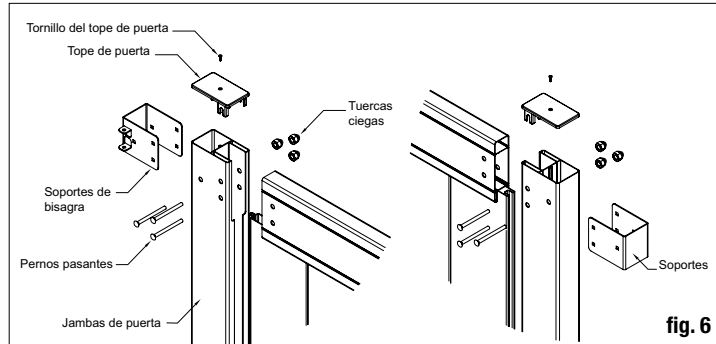

fig. 6
Coloque las jambas de la puerta en ambos lados de los barandales y coloque las bisagras en la jamba de la puerta de forma que se alineen con los barandales. Utilizando el soporte como guía, perforo los tres (3) agujeros necesarios de 1/4" para los pernos del soporte. Repita estos pasos para los soportes de bisagras también (fig. 6). Asegúrese de que los barandales estén completamente insertados en la jamba antes de perforar. Los pernos tienen que ir a través de la jamba y el barandal para que funcionen correctamente.